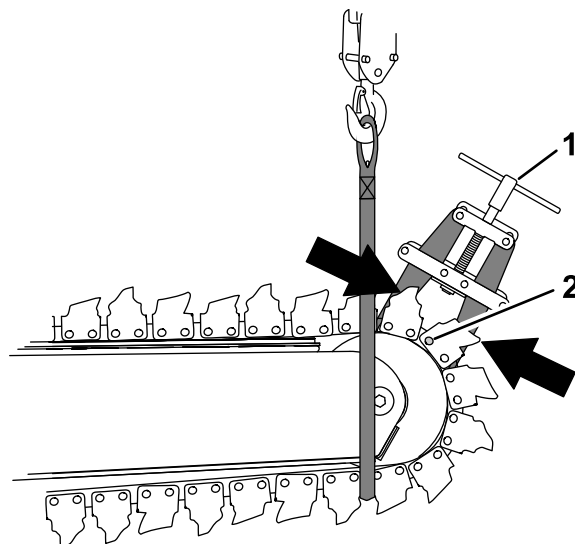
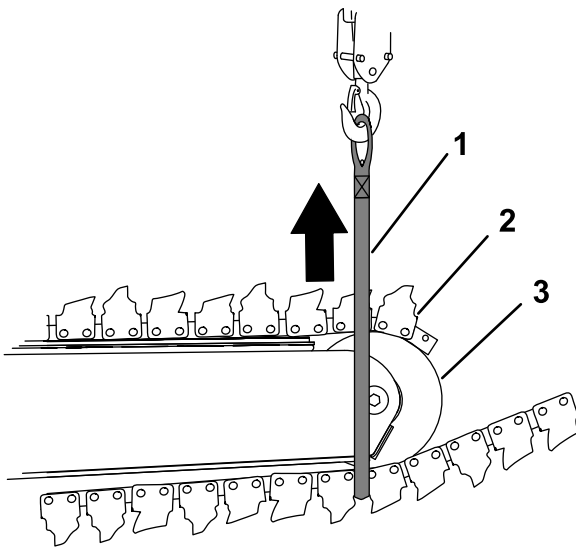

Figura 14
Figura 19
1. Contando desde el pasador maestro, pase una eslinga de 3.65 m (12 pies) de largo con capacidad de izado de 181.4 kg (400 libras) alrededor de la cadena en la posición del diente excavador del quinto o sexto eslabón, por debajo y por delante de la espada (Figura 14).
3. Sujete los extremos de la cadena colocando una mordaza para cadenas en los rodillos de los eslabones en cada lado de las placas interior y exterior, en la posición del pasador maestro (Figura 14).
5. Cierre el sistema hidráulico auxiliar cuando el extremo de la cadena esté situado encima de la rueda tensora (Figura 19).
1. Pase la eslinga alrededor del extremo de la cadena que está en el suelo, en la posición del diente del quinto o sexto eslabón (Figura 19).
2. Eleve la cadena y colóquela alrededor de la rueda tensora (Figura 19 y Figura 14).
eslabones en cada lado de las placas interior y exterior, en la posición del pasador maestro (Figura 14).